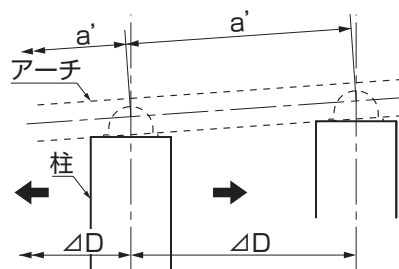

図4-5 柱を移動する場合
- 柱移動した場合の穴あけ位置は図4-5、表4-2を参照してください。